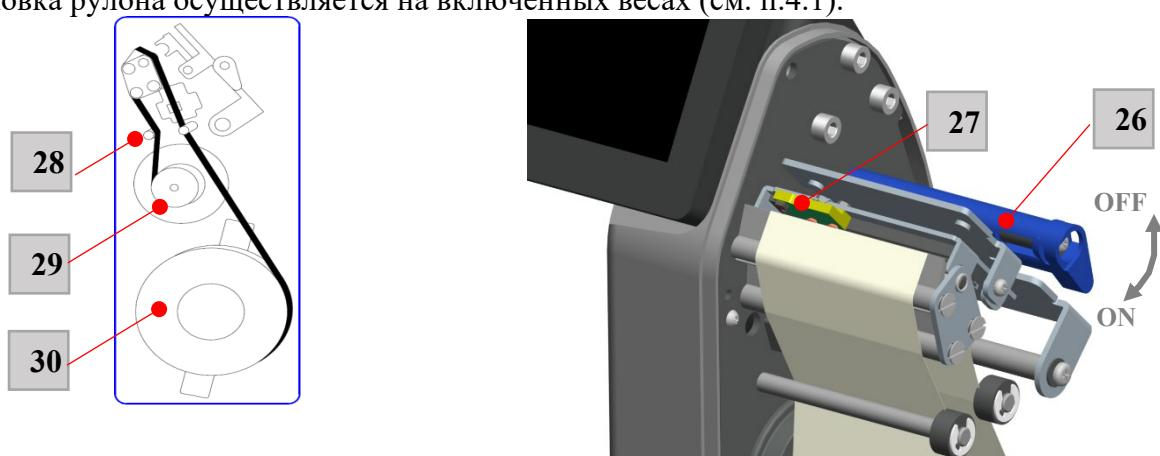

Рисунок 5 – Схема установки рулона этикеток
При расположении весов старайтесь избегать попадания прямых солнечных лучей на сенсорный экран [1] и датчик отрыва этикетки [27](см. рис. 5).
- откройте крышку печатающего устройства [12] (на рис.5 не показана);
- наденьте рулон на держатель [30] и протяните конец ленты через лентопротяжный механизм и принтер согласно схеме (см. рис. 5);